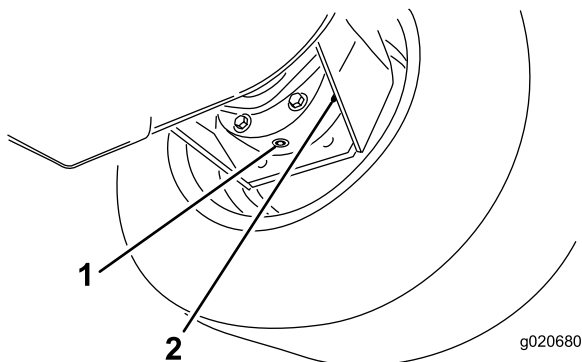

Figura 60
3. Coloque un recipiente debajo del alojamiento del freno, retire el tapón y deje que se drene el aceite (Figura 60).